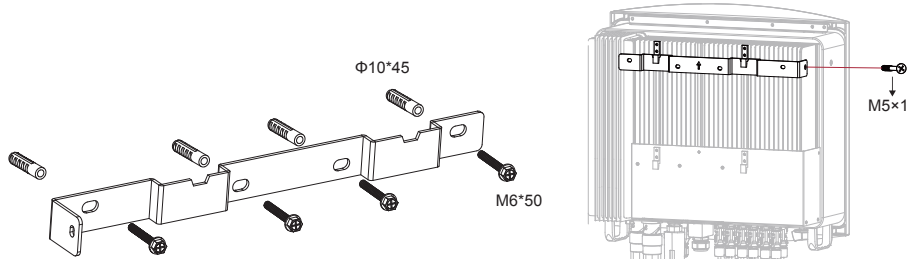

Abb. 2.2 Wandmontierter Wechselrichter
- Wählen Sie die Montagehöhe der Halterung und markieren Sie die Montagelöcher gemäß Abb. 2.2. Bei Ziegelwänden müssen die Löcher für die Spreizdübel gebohrt werden.